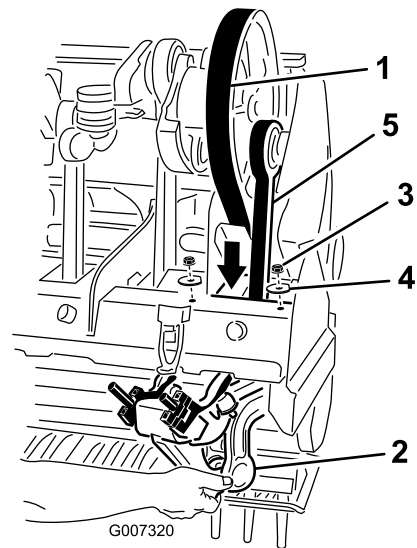

Figure 34
5. Desserrez et enlevez les deux (2) contre-écrous et rondelles de fixation de l'amortisseur Rotalink du bras d'aération N° 1 (Figure 34).
7. Faites passer la courroie d'entraînement à travers le châssis de la tête d'aération et autour de l'extrémité inférieure du bras d'aération N° 1 Figure 34